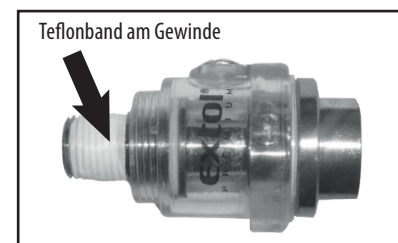

Abb.8
- Das Teflonband (z. B. Extol Best.-Nr. 47532) wickeln Sie eng um das Gewinde herum und dann drücken Sie es leicht an das Gewinde an, siehe Abb. 8.